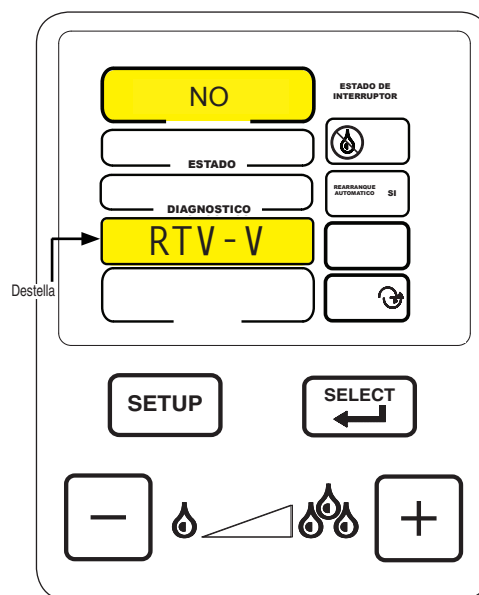

Figura 25-1
1. RTV-V debe estar destellando. Vea la Figura 25-1.
2. Pulse o para habilitar RTV-V con la prescripción deseada (1 activado, 2 activado, 3 activado, 4 activado, 5 activado) o para inhabilitar la opción RTV-V (desactivado). Vea la Figura 25-1.